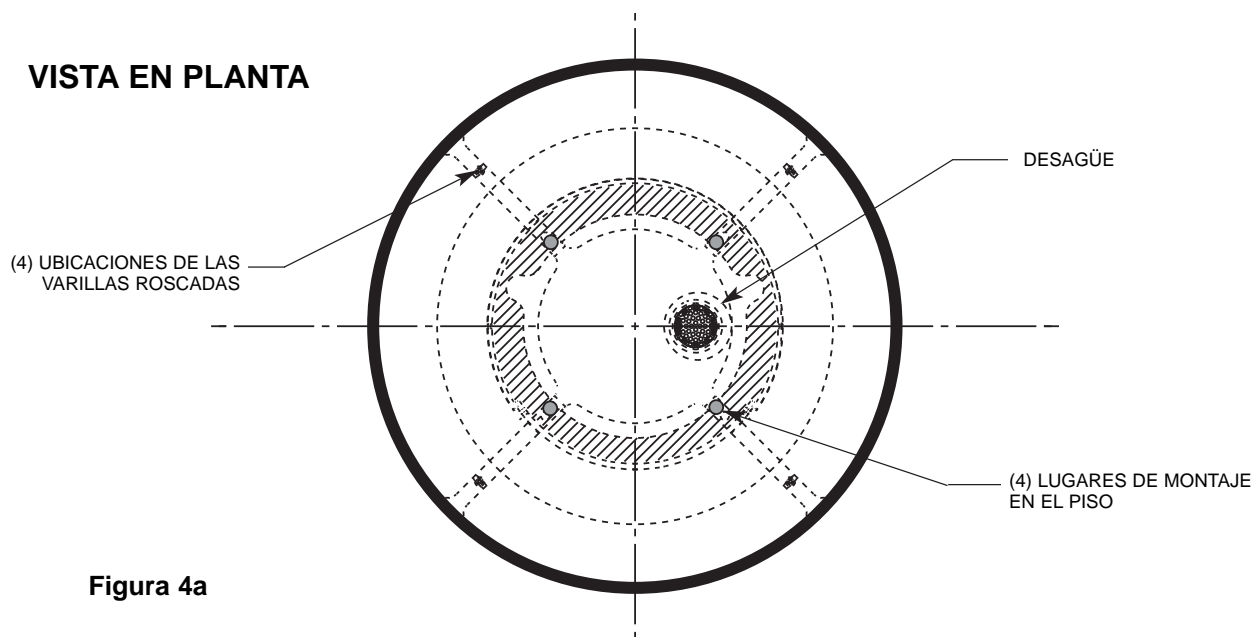

Figura 4a
A COLOQUE EL PEDESTAL EN EL LUGAR QUE DESEE Y MARQUE LA POSICIÓN DE LAS (4) UBICACIONES DE MONTAJE (CONSULTE LA FIGURA 4A).